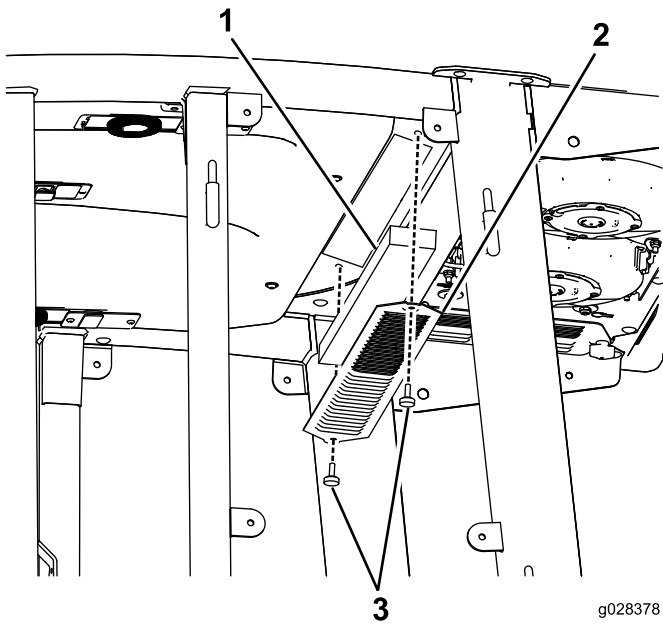
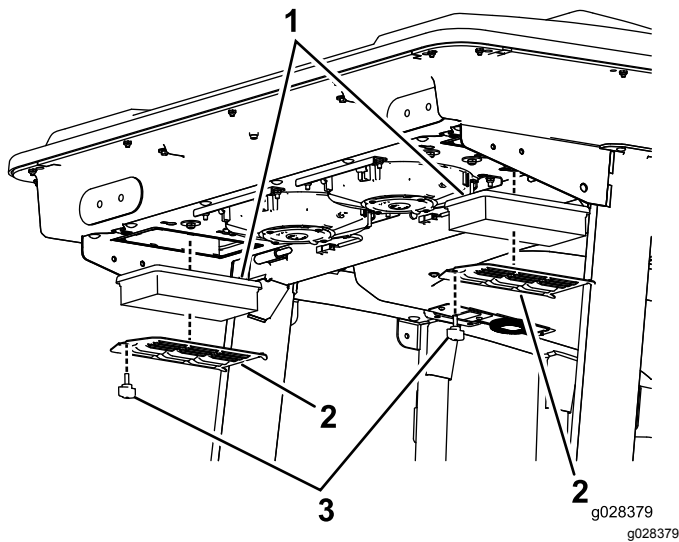

Figure 91
Figure 92
1. Retirez les vis et les grilles qui couvrent les filtres à air intérieur et arrière de la cabine (Figure 91 et Figure 92).